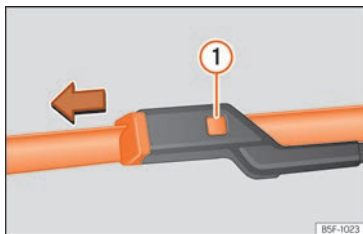

Fig. 83 Remplacement du balai d'essuie-glace avant.
- Appuyez sur le bouton de sécurité ① »» fig. 83.